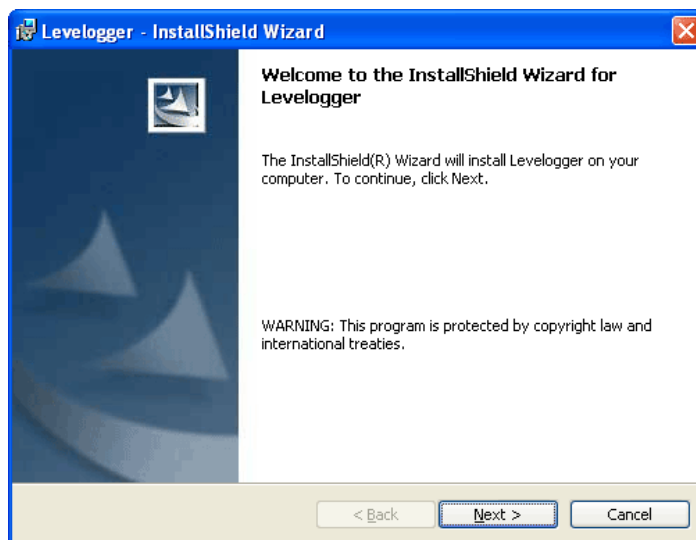

Figura 3-1 Asistente de instalación de software
- 3) El asistente de instalación del software lo guiará durante el resto del proceso de instalación. La Figura 3-1 muestra el asistente de instalación del Levelogger.